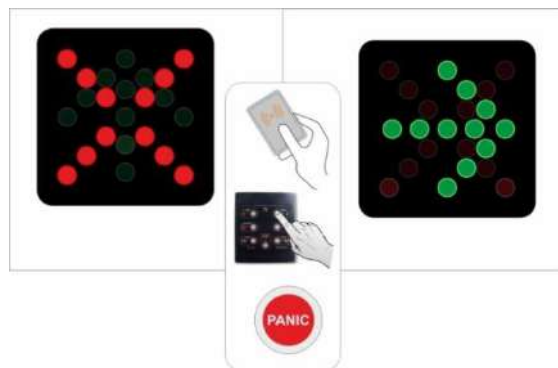

Рис. 4 - Відображення статусу роботи турнікету на табло індикації
1.4.1.1 Корпус турнікета є металевою конструкцією, яка своєю опорою **10** (див. *Рис.1*) монтується на рівну поверхню за допомогою анкерів Redibolt. Статус турнікета відображають плати індикації **2**, вмонтовані в корпус виробу. Червона індикація, що постійно світиться, означає вихідний стан турнікету (див. *Рис.4*): прохід через турнікет заблоковано в обидві сторони.